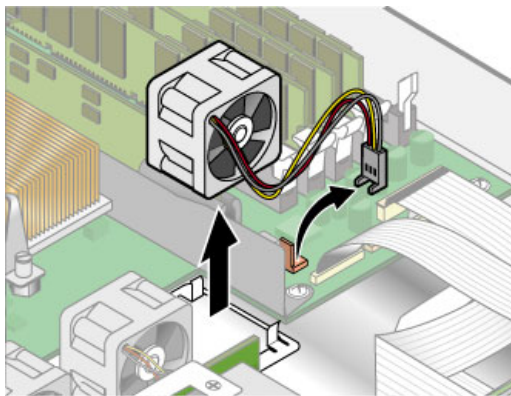

図 3-22 冷却ファンの取り外し (プロセッサファンの例)
4. マザーボードから、ファンの電源コネクタを抜きます (図 3-22 を参照)。